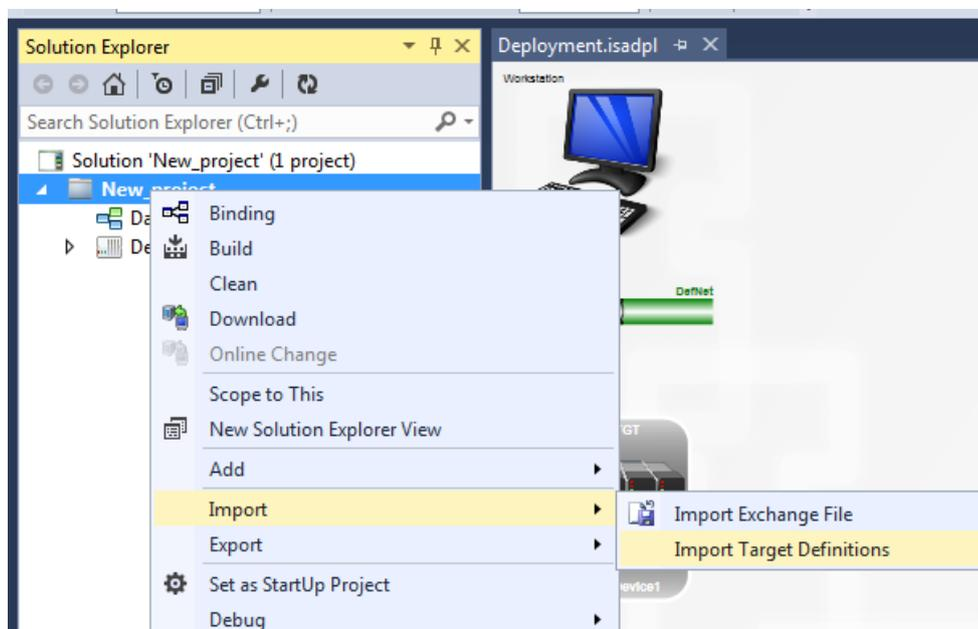

Рис. 2.3 – Импорт tdb-файла
3) Далее следует импортировать файл определения свойств модулей изделия (далее – tdb-файл). См. п. 2.5. Для этого следует в контекстном меню проекта выбрать Import→Import Target Definitions (Рис. 2.3).